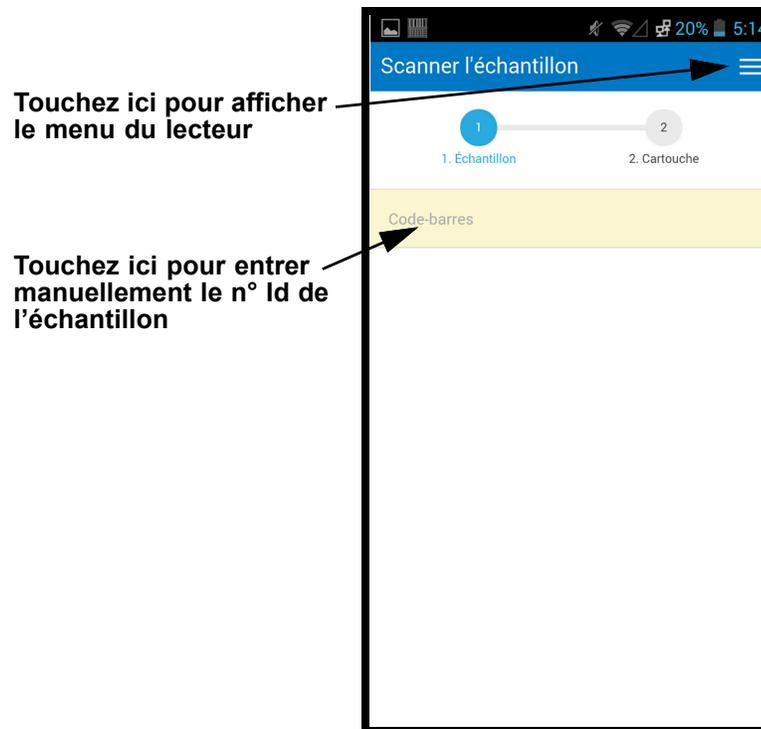
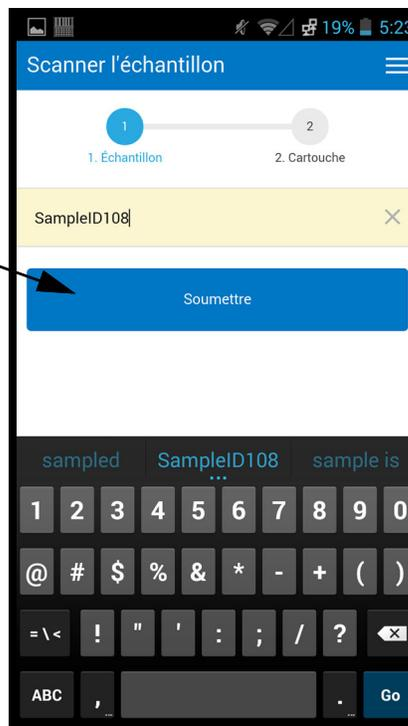
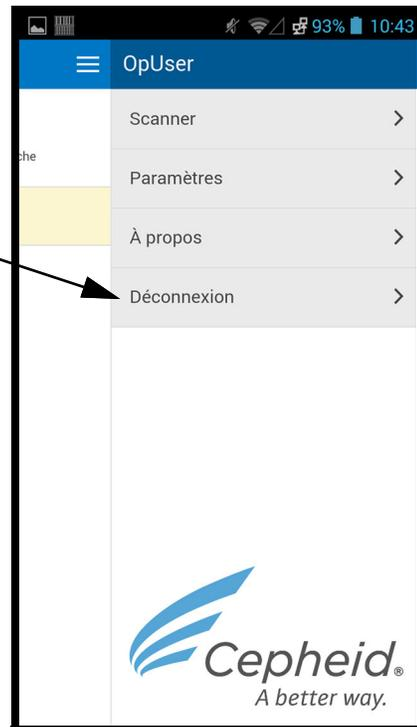

Figure 5-102. Écran Cepheid Link de lecture d'échantillon
Figure 5-105. Saisie du code-barres du n° Id de l'échantillon
Figure 5-111. Menu déroulant du lecteur Cepheid Link
3. Connectez-vous au lecteur Cepheid Link à l'aide du nom d'utilisateur et du mot de passe qui vous ont été attribués (voir la Figure 5-101). L'écran Lire l'échantillon s'affiche. Voir la Figure 5-102.
- 1) Touchez la zone du **code-barres** de l'écran (voir la Figure 5-102). Un clavier s'affiche (voir la Figure 5-105) pour entrer le n° Id de l'échantillon manuellement.
- En cas d'échec d'association entre la cartouche et l'échantillon, l'écran d'erreur (X sur fond rouge) s'affiche avec le message d'erreur (voir la Figure 5-108 pour un exemple). Touchez le bouton **Ok** pour revenir à l'écran Lire la cartouche. Le lecteur revient à l'écran Lire l'échantillon (voir la Figure 5-102).
- Le lecteur affiche l'écran Confirmation (voir la Figure 5-110), en l'absence de besoin d'aliquotes et si Confirmation est activée, ou revient à l'écran Lire l'échantillon (voir la Figure 5-102).
- Touchez **Recommencer** pour ne pas lire l'aliquote et revenir à l'écran de lecture d'échantillon. Voir la Figure 5-102. Un écran de confirmation s'affiche après avoir touché le bouton **Recommencer**.
- Si le test est configuré pour des aliquotes, mais l'échantillon n'a pas été divisé en aliquotes, touchez **Sauter** pour sauter la lecture d'une aliquote. Le lecteur affiche l'écran Confirmation (voir la Figure 5-110), en l'absence de besoin d'aliquotes et si la Confirmation est activée ou revient à l'écran Lire l'échantillon (voir la Figure 5-102).
- Touchez **Recommencer** pour ne pas lire l'aliquote et revenir à l'écran Lire l'échantillon (voir la Figure 5-102). Un écran de confirmation s'affiche après avoir touché le bouton **Recommencer**.
7. **(Facultatif)** Le lecteur affiche l'écran Confirmation (voir la Figure 5-110), s'il est activé, ou revient à l'écran Lire l'échantillon (voir la Figure 5-102).
8. Si l'écran Confirmation s'affiche, touchez **Recommencer** pour passer à l'écran Lire l'échantillon. Voir la Figure 5-102.
10. Une fois tous les échantillons et cartouches lus, déconnectez-vous Cepheid Link. Accédez au menu du lecteur en touchant l'icône Menu dans le menu déroulant (voir la Figure 5-102). Le menu de lecture s'affiche. Voir la Figure 5-111.